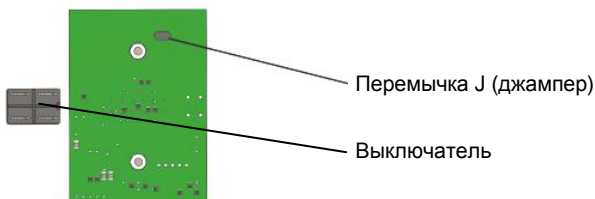

Рис. 3 Плата индикации
- Снять перемычку J (джампер), расположенную на плате индикации (Рис. 3).